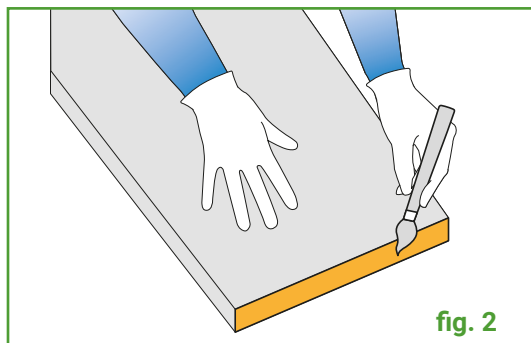

fig. 2
- sui lembi del materiale che andranno a congiungersi (**fig. 2**)